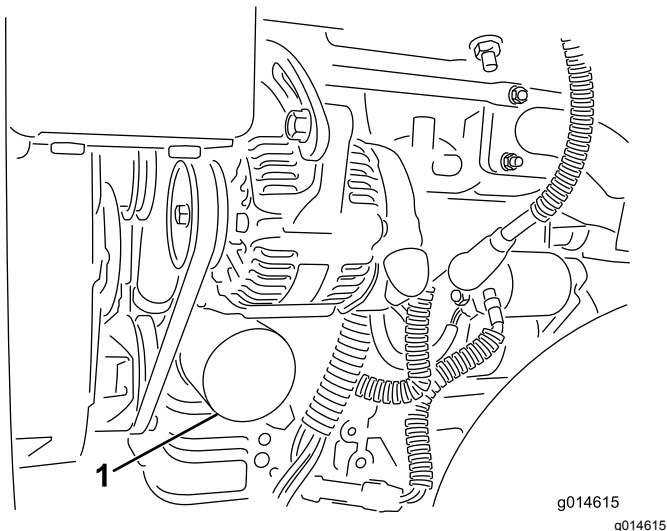

Figura 41
2. Retire o filtro do óleo (Figura 41). Aplique uma leve camada de óleo limpo na gaxeta do novo filtro.